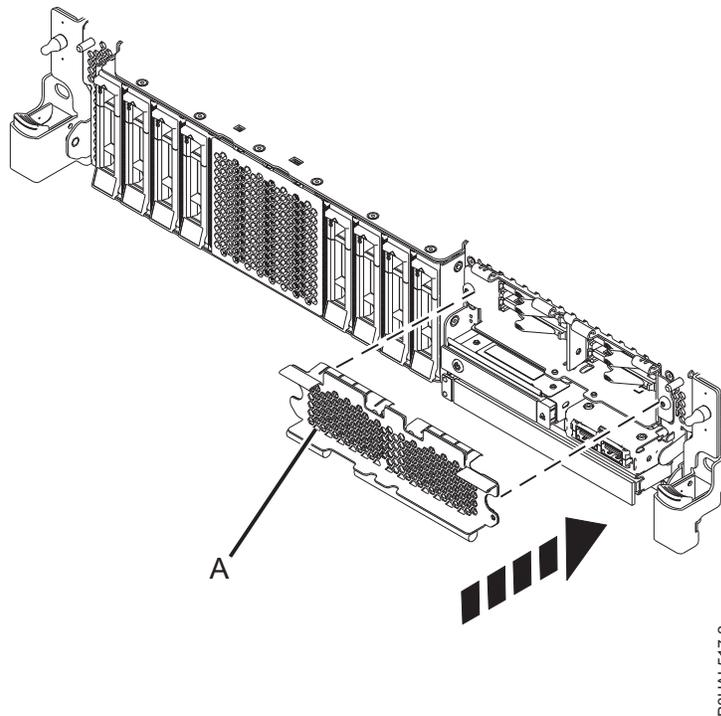

Figure 69. Installation du cache sur le compartiment SSD dans un système à fonction étendue
3. Si applicable, obstruez le compartiment SSD avec le cache perforé (**A**) comme illustré dans la figure 69 , à la page 72.